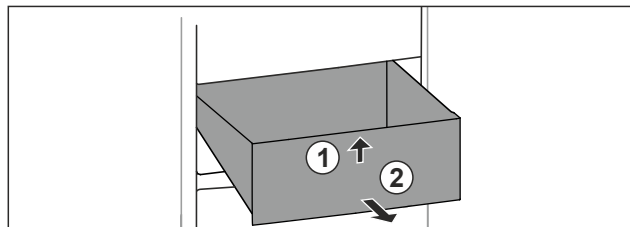

Fig. 135
- Emelje meg a fiók elejét. Fig. 135 (1)
- Vegye ki a fiókot előre felé. Fig. 135 (2)